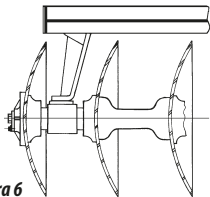

Figura 6
- 12-Ao montar a armação com as seções de discos, observar que o suporte dos mancais (sapata) deve ficar virado para a concavidade dos discos, conforme figura 6.